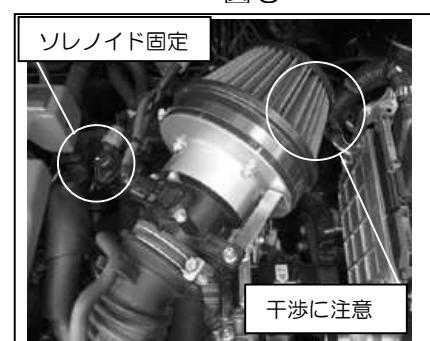

図11
- ⑤各部のボルト、ナット、バンドを締め、エアフロセンサコネクタを挿します。
- ⑥コア本体をアダプターへ取り付けます。図11参照